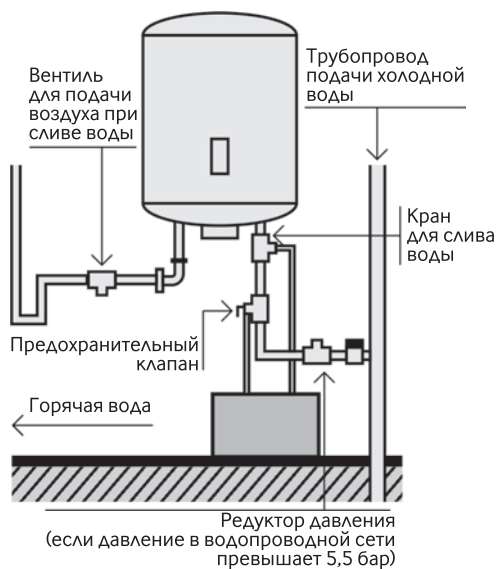

Рисунок 5: Подключение с краном для слива воды
3.2.7 В целях упрощения сервиса аппарата рекомендуется установить между входящим патрубком холодной воды кран для слива воды согласно рис. 5.